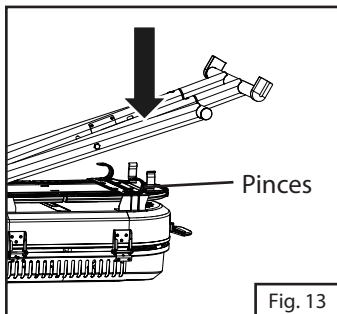

Fig. 13
12. Appuyer fermement sur les pattes vers le bas jusqu'à ce qu'elles s'enclenchent dans la fixation. (Fig. 13)